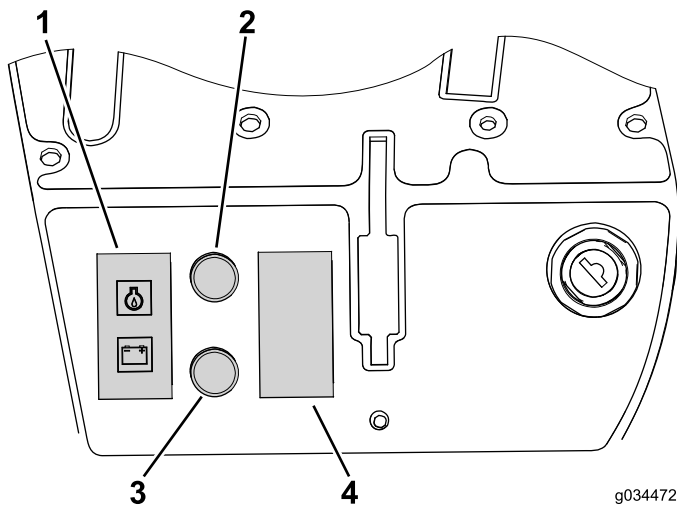
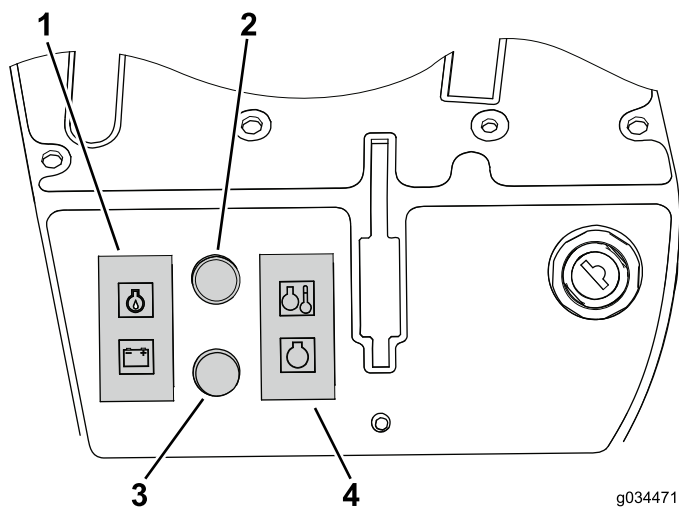

図 29
図 30
4. コンソールの開口部に警告ランプ類を取り付け、余っている穴は先ほど外したプラグでふさぐ 図 29 と 図 30。